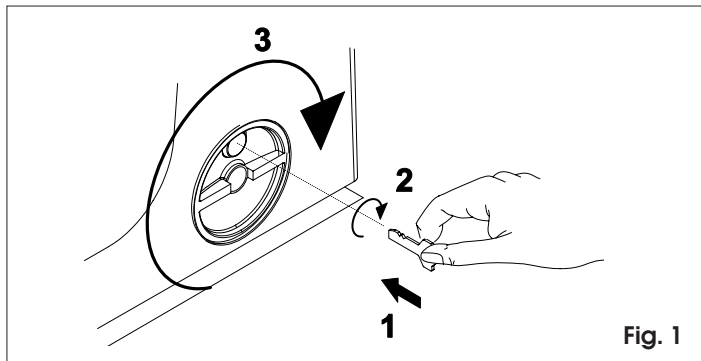

Fig. 1
- 1) Inserire l'apposita chiave in dotazione nella serratura e ruotarla in senso orario come indicato in Fig. 1.
- 2) Ruotare il sistema di sblocco in senso orario di circa 180°, come indicato in Fig. 1.